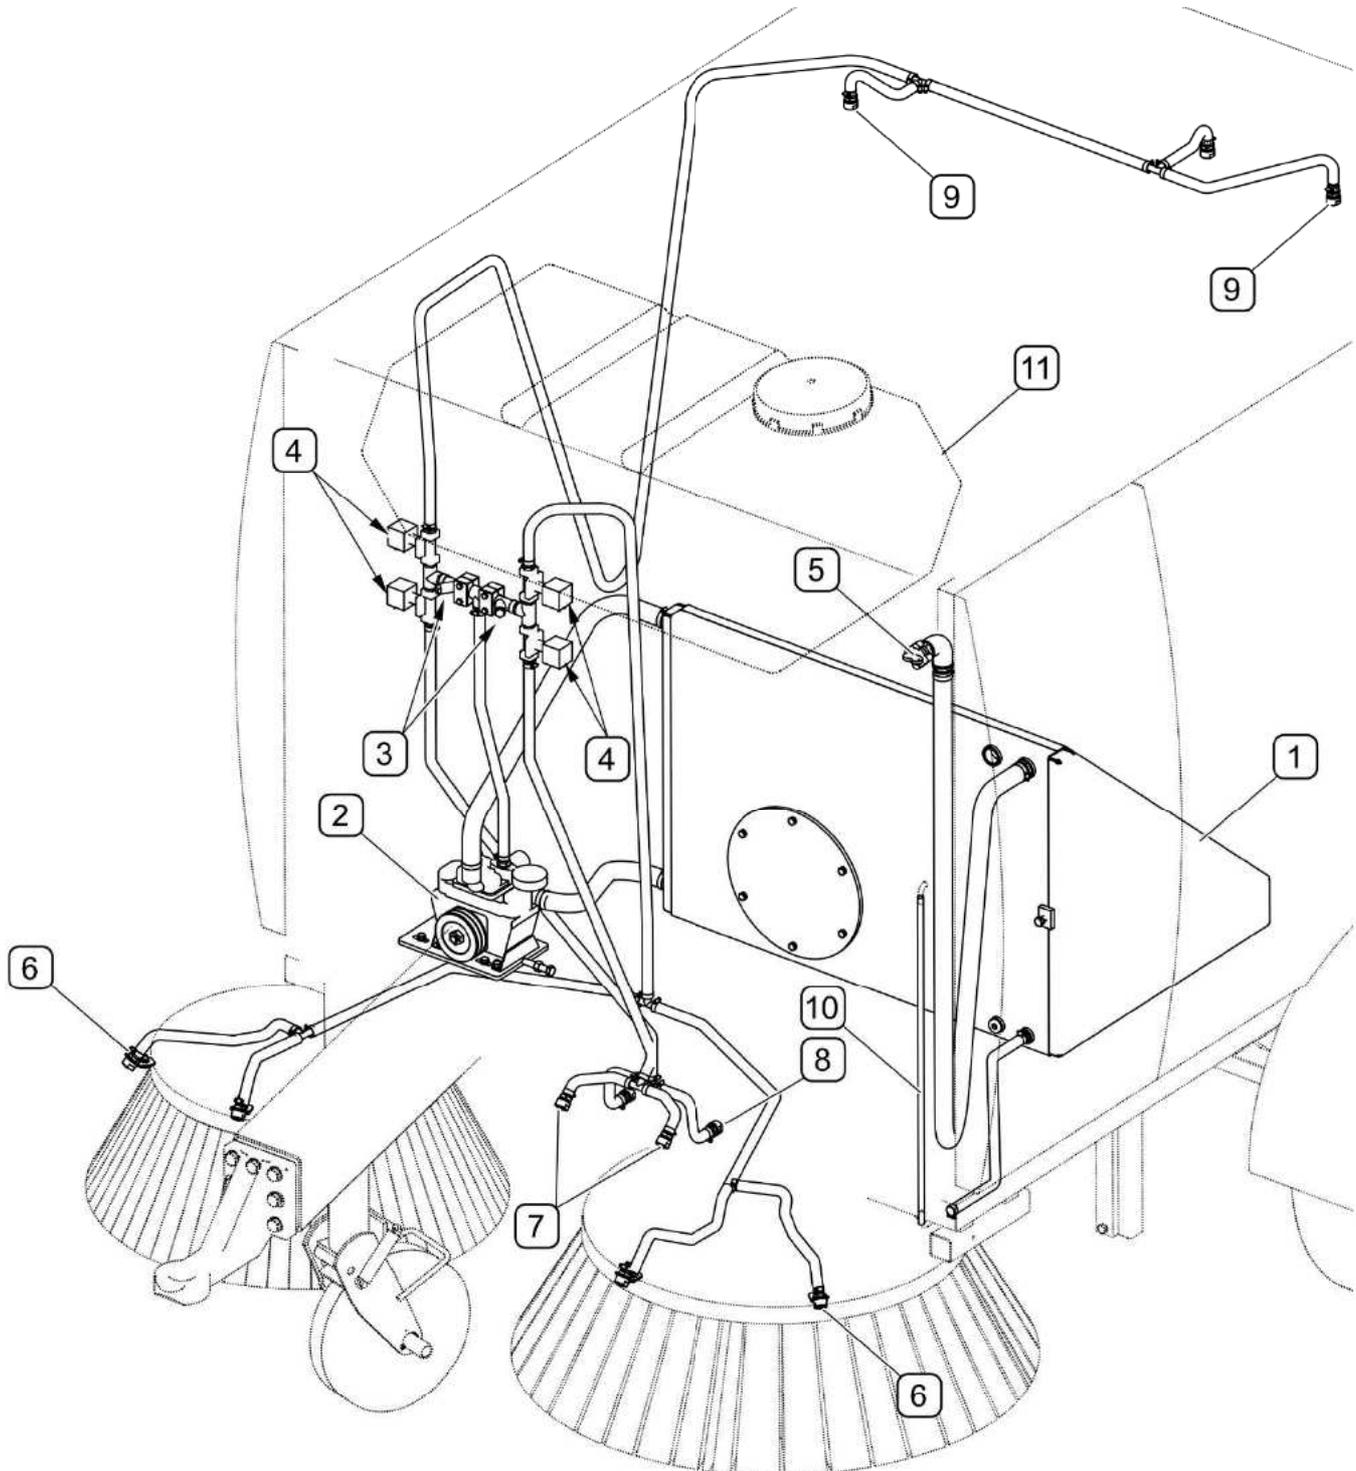

ABB. 3.8 Aufbau der Sprühvorrichtung
Die Hauptelemente der Sprühvorrichtungen (ABB. 3.8) sind der Wassertank (1) und die Wasserpumpe (2). Die sich an den Bürsten, der Saugdüse und im Schutzbehälter befindenden Sprühdüsen (6),(7),(8) verhindern die Staubbildung während des Betriebs. Die Steuerung des Systems erfolgt über das Steuerpult durch Betätigung der entsprechenden Elektroventile (4).